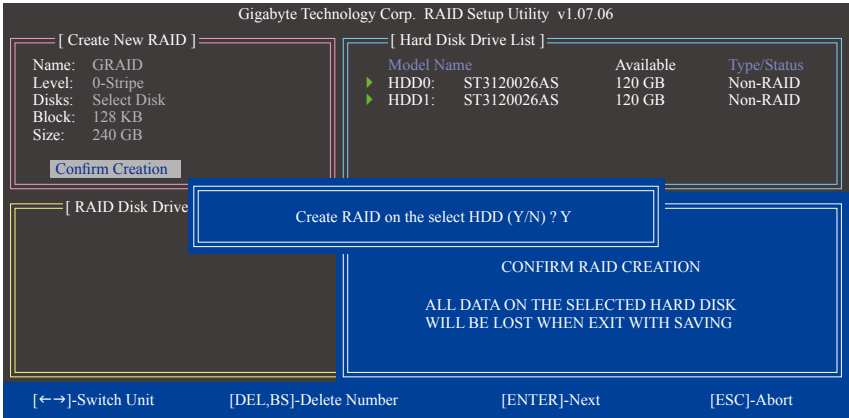

图7
6. 确认建立磁盘阵列(Confirm Creation): 完成以上设置后光标将自动跳至「 Confirm Creation 」项目, 请按<Enter>键, 当确认信息出现时, 确定制作磁盘阵列请按<Y>, 取消请按<N> (图7)。